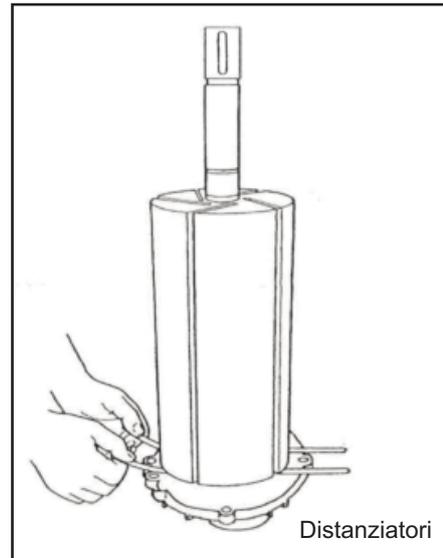

Figura 24
2. Verificare lo spazio con due calibri per spessore, uno da ogni lato dell'albero del rotore, come illustrato nella figura 24.